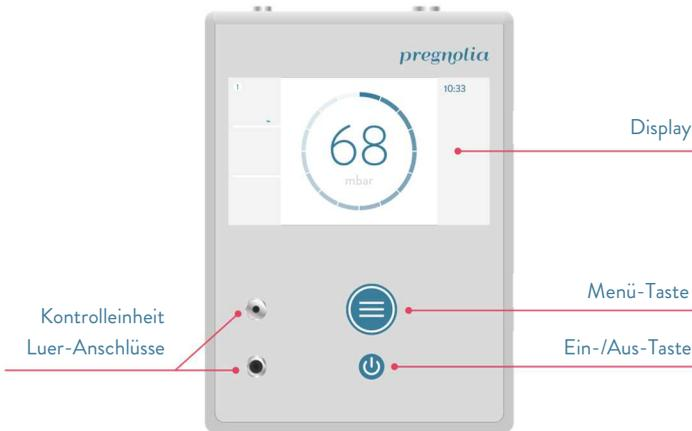

ABBILDUNG 13: Vorderseite der Kontrolleinheitkonsole.
- 5) Verbinden Sie den *Verbindungsschlauch* mit den Luer-Anschlüssen der *Kontrolleinheitkonsole* (ABBILDUNG 13).
- 6) Schalten Sie die *Kontrolleinheitkonsole* mit der Ein/Aus-Taste ein (ABBILDUNG 13). Ein Audiosignal ertönt3.